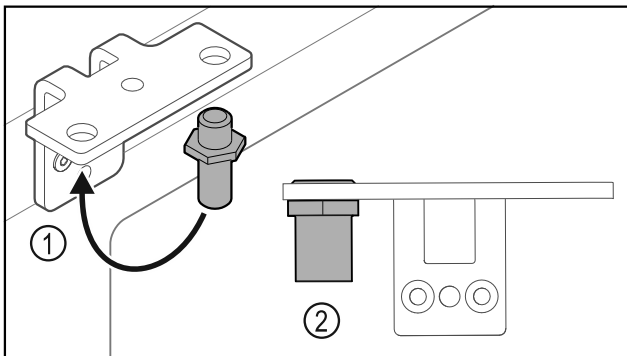

Fig. 39
- Bolzen Fig. 39 (1) im Scharnierwinkel umsetzen.
- Bolzen Fig. 39 (2) mit **Drehmoment von 12 Nm** anziehen.